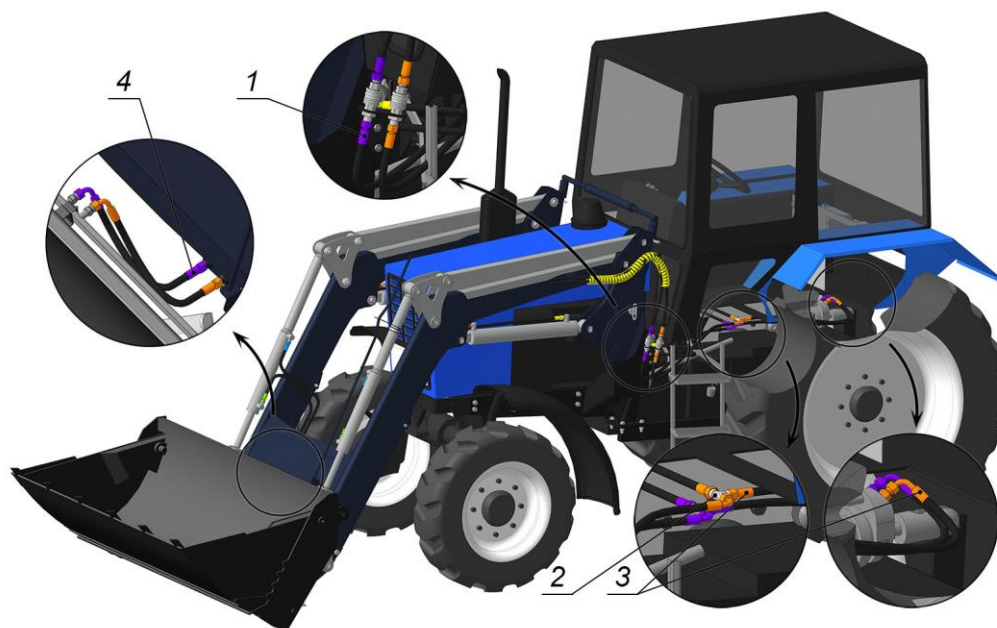

Рисунок 1.21
балке и тройники гидрофицированного рабочего органа рукавами высокого давления, 1600 г-г(90) (входящие в состав гидрофицированного рабочего органа) (рис. 1.21 4);
- подсоедините рукава 4000 г-у(90) к быстроразъёмным муфтам (VIP) или к адапторам M20-M20;
- установите тройники M20 (входящие в состав гидрофицированного рабочего органа) к уголкам, находящимся под сиденьем трактора (рис. 1.21 2);
- установите на тройники рукава, выходящие с гидроцилиндра задней сельскохозяйственной навески (рис. 1.21 3);
- Соедините тройники M20 и быстроразъёмные муфты (VIP) или адапторы на рукавах 4000 рукавами 1800 г-у(90) (рис. 1.21 1,2).